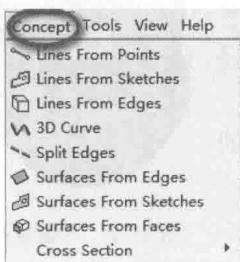

图 1-7 Concept 子菜单
(3) Concept: 用于创建梁模型与面(壳)的工具, 如图 1-7 所示。